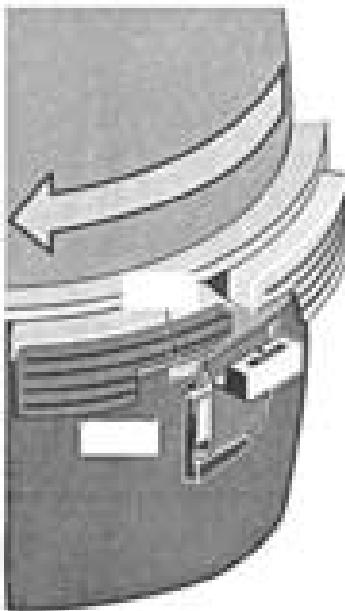

Abbildung 3:
1. Der Gewindering muß in die Sicherheitslasche eingerastet sein und ist im eingerasteten Zustand nicht mehr zurückdrehbar. Zur Überprüfung kann der Verschluß nochmals im Uhrzeigersinn gedreht werden (siehe Abb. 3).